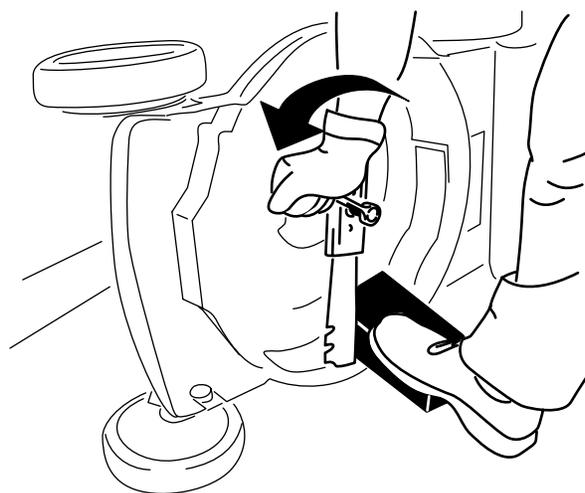

Figura 49
3. Usate un blocco di legno per tenere ferma la lama (Figura 49).
4. Togliete la lama e conservate la bulloneria di montaggio (Figura 49).